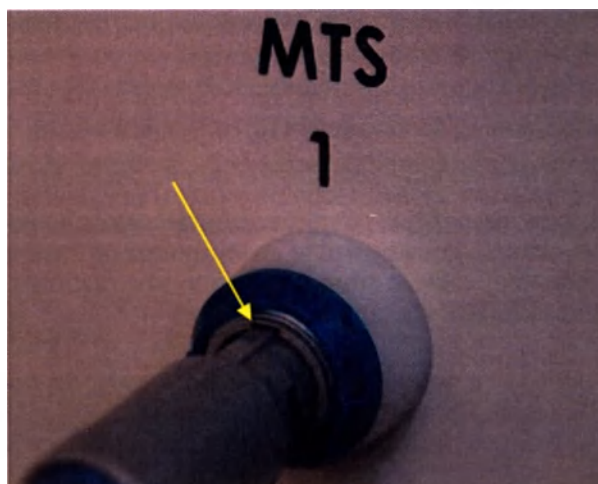

Рис. 11. Подключение датчика MTS
7. При использовании многоточечных датчиков температуры Multi-Point Thermal Sensors (MTS) подготовьте необходимое количество датчиков для тестирования. Система Visual-ICE поддерживает использование четырех датчиков температуры. Подключите каждый датчик температуры к порту MTS, надавив на соединитель, вставленный в порт. Убедитесь в том, что прямоугольный выступ на соединителе MTS совмещен с канавкой в верхней части порта. Это необходимо для правильного подключения вставки MTS (Рис. 11).